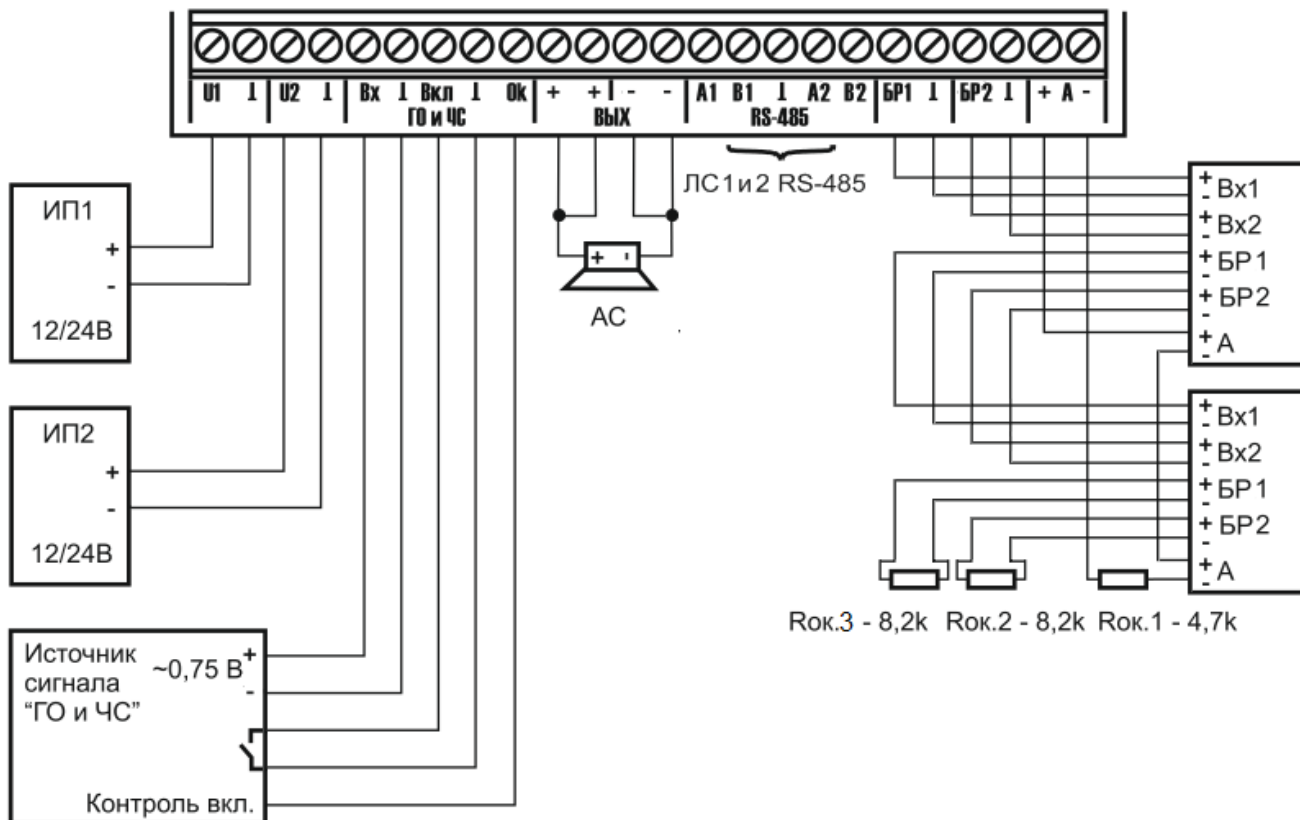

Рис. 4 Схема подключения
** под неисправностью понимается неисправность любого из блоков расширения, подключенных к цепи контроля (см. Рис. 4) или обрыв непосредственно самой цепи контроля блоков расширения.*
В случае использования блоков расширения подключить выходы «БР1» и «БР2» к входам «Вх.1» и «Вх.2» данных блоков. В конце линий установить оконечные резисторы 8,2 Ком. Далее соединить все входы «+ А -» блоков расширения последовательно через оконечный резистор 4,7 КОМ и подключить их к выходу контроля блоков расширения, как показано на Рис. 4.